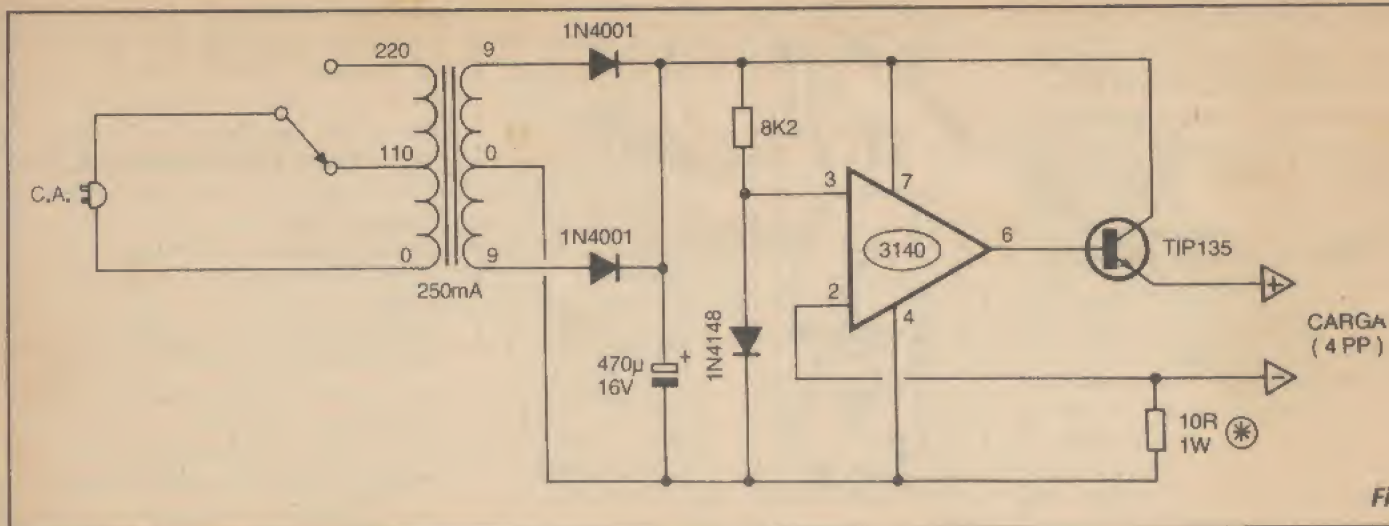

Fig. 1
- FIG. 1 - DIAGRAMA ESQUEMÁTICO DO CIRCUITO - Um dos principais problemas que se apresentam na carga de baterias de nicad tem sua origem na impedância muito baixa de tais meios de armazenamento de energia, ou seja: uma resistência interna tão baixa que qualquer pequena sobre-tensão aplicada durante o processo, levará a um inevitável excesso de corrente... Tal excesso, se moderado, simplesmente encurtará a vida útil das baterias... Se muito bravo, inutilizará as baterias imediatamente, a partir de um sensível sobreaquecimento que arruinará a composição físico-química interna das ditas cujas... Dessa forma, todo o segredo